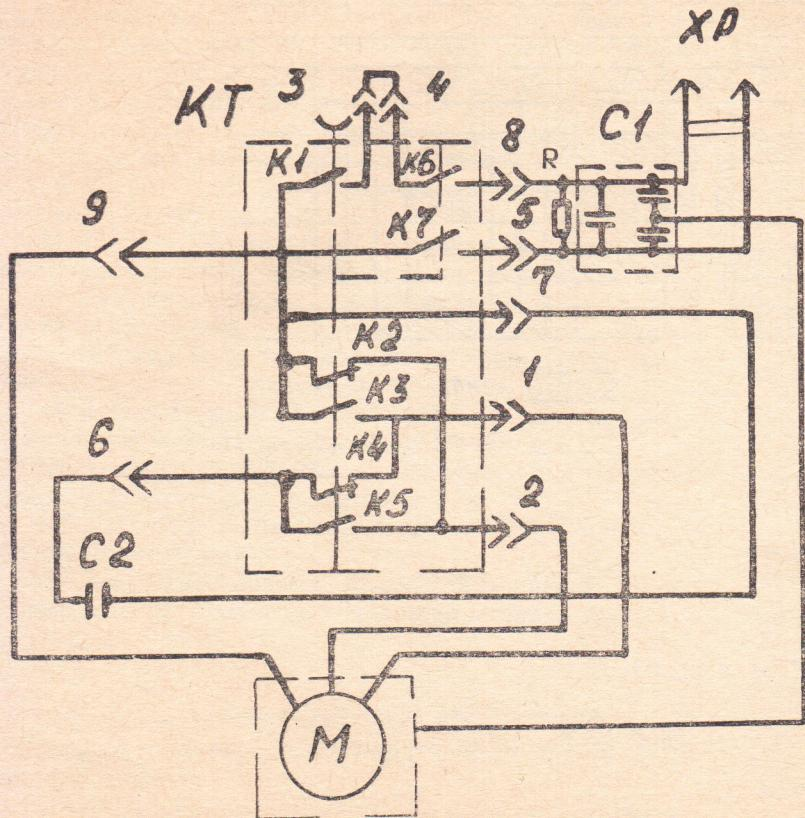

Рис. 2. Схема электрическая принципиальная
5.2. Схема электрическая принципиальная показана на рис. 2.